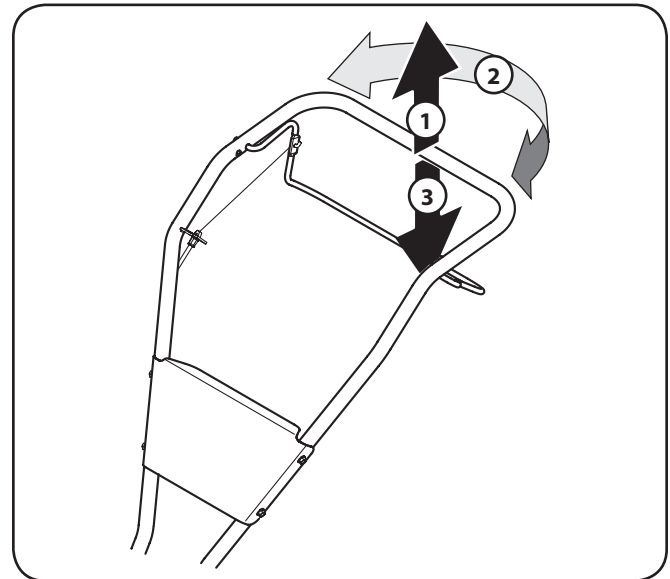

Figura 5-3
1. Para comenzar a voltear, levante los manillares hasta que los dientes se separen del suelo y el motor y los dientes estén balanceados por encima de las ruedas. Vea la Figura 5-3.
Con la cultivadora equilibrada, empuje hacia el costado sobre el manillar en la dirección en que se está volteando. Vea la Figura 5-3.
2. Luego de dar la vuelta, introduzca lentamente los dientes en el suelo para reiniciar la labranza. Vea la Figura 5-3.